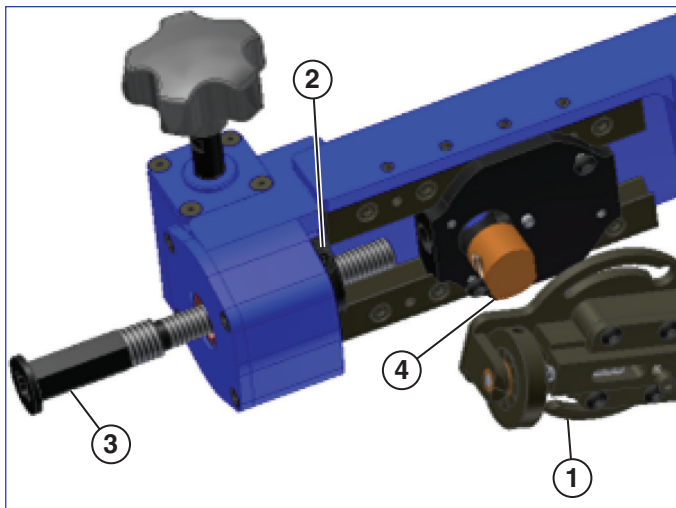

Bild 6
4. Två matningsskruvar levereras ihop med QuickFace. Om den önskade ytkvaliteten är 125 – 250 mikrotum (3,18 – 6,35 mm), används ½ – 11-matningsskruven. Om den önskade ytbearbetningen är 60 – 100 mikrotum (1,52 – 2,54 mm), använd då ½ – 20-matningsskruven. Se bild 6.